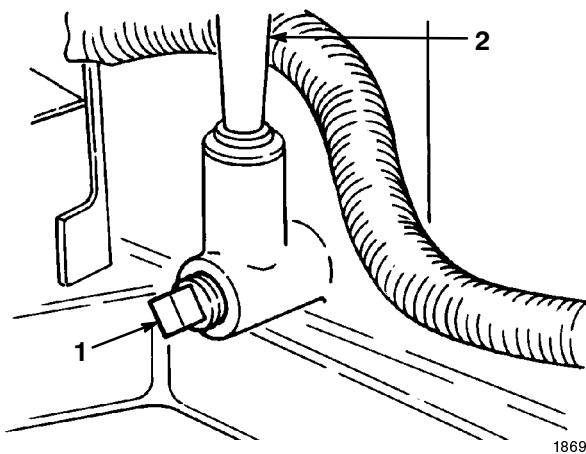

Abbildung 35
4. Eine Schale unter Ölpeilstab-/Einfüllrohr stellen und die Ablassschraube entfernen (Abb. 35).